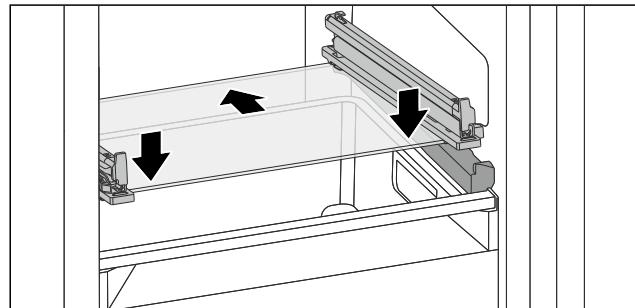

Fig. 105 Glasplatte des abkippbaren Schubfachs
- Glasplatte schräg hinter den Stopfern aufsetzen. (siehe Fig. 105)